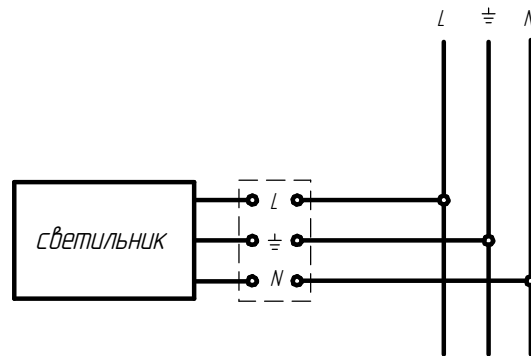

Рисунок 2 - Схема подключения светильника к сети.
6.3 Выкрутите винты на лицевой части светильника, снимите обечайку 2 и рассеиватель 3. Пропустите питающий провод через гермоввод, подключите светильник к питающей и управляющей (при необходимости) сети (рисунок 2, 3).